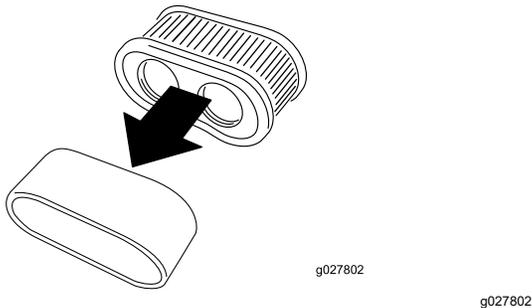

Figure 40
5. Séparez les éléments en mousse et en papier (Figure 40).